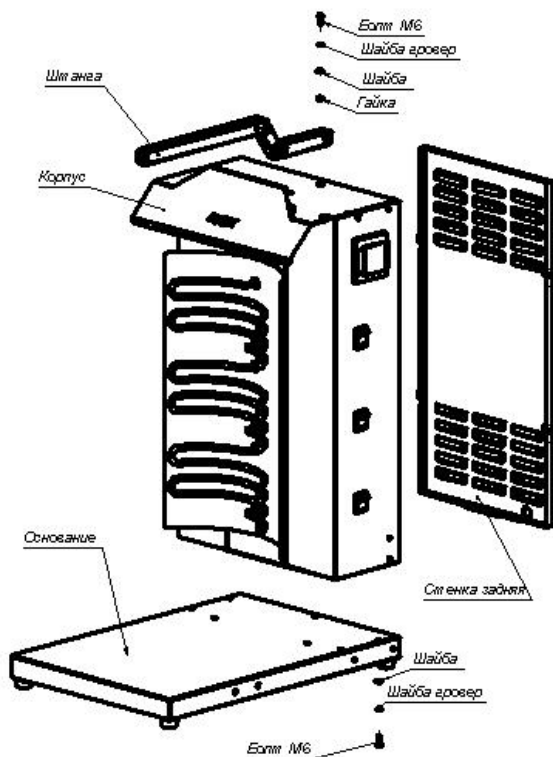

Рис.1
4.1. Вынуть комплектующие из упаковки (рис.1).